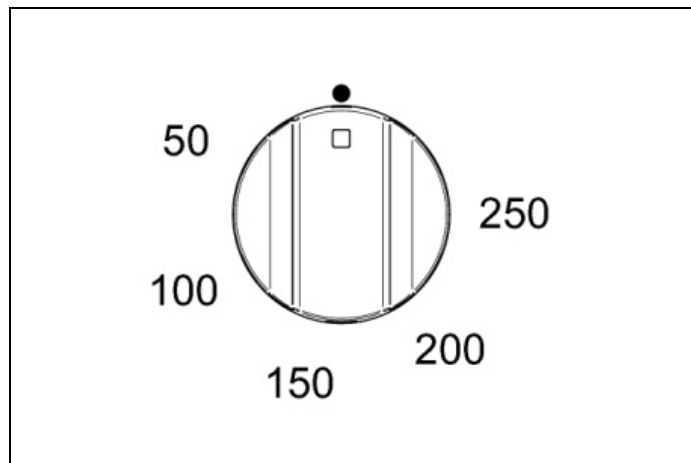
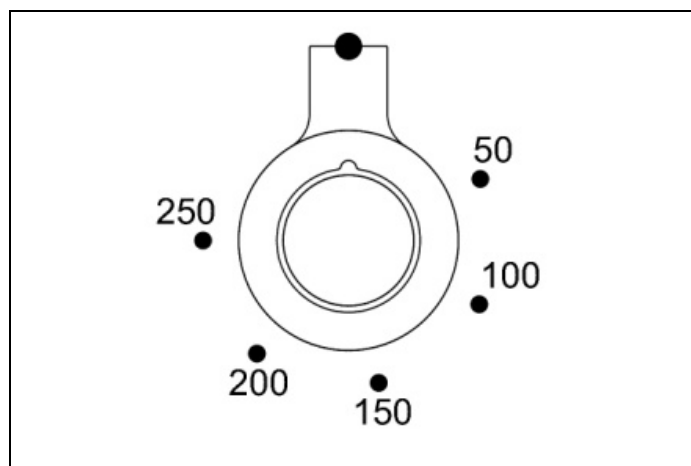

Fig. 28
Fig. 29
- 2) Vrid temperaturvredet (Fig. 28 -Fig. 29 ochFig. 30 endast PRO T-modellen) medurs för att välja önskad temperatur. Den orange lampan släcks när ugnen har nått den valda temperaturen och är redo att användas. Det är normalt att denna lampa tänds och släcks under tillagningen så att elementen bibehåller en konstant temperatur (ugns drift indikeras av programmeringsdisplayen endast för PRO T-versionen).